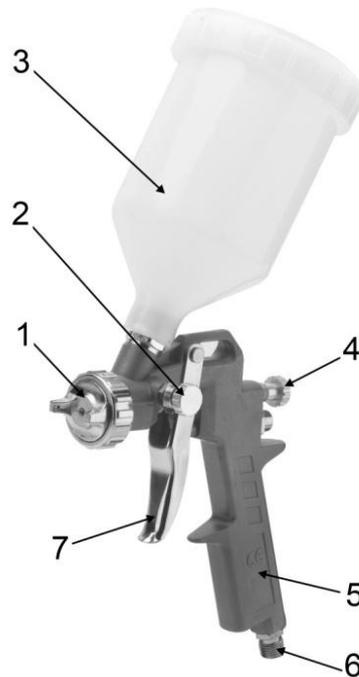

Рис. 1
- Принцип работы краскораспылителя заключен в подаче рабочего материала под давлением воздуха. Необходимый поток воздуха подводится через шланг, присоединяемый к корпусу рукоятки (5)(См. Рис.1) краскопульты через разъем (6) (резьбовую гайку 1/4").
- При нажатии на спусковой рычаг (7) до первого деления открывается воздушный клапан, при дальнейшем нажатии дозирующая игла выходит из сопла, материал для распыления вытекает из насадки сопла и одновременно распыляется поступающей струей воздуха.
- Наполните бачок (3)(См. Рис.1) краской. Заполнение бачка происходит через загрузочное отверстие сверху.
- Убедитесь, что дюза (1)(См. Рис.1) распылителя не забита.
- Внизу рукоятки (5)(См. Рис.1) имеется разъем (6) для подключения гибкого воздушного шланга М1/4”.
- Перед началом распыления необходимо проверить краскораспылитель на шаблоне, произвести регулировку подачи краски (2)(См. Рис.1), подачи воздуха и ширины распыления факела (4).
- Нажмите на спусковой механизм распылителя (7)(См. Рис.1). Инструмент начнет распыление краски